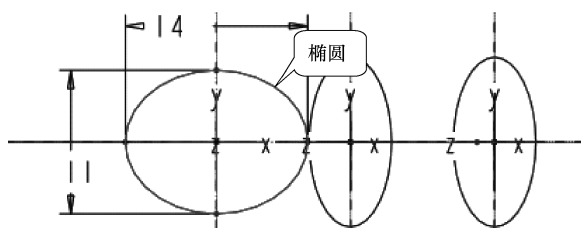

图 6-64 草绘截面 3
(11) 在【截面】下滑面板单击【插入】按钮 **插入**，【截面位置】收集器处于激活状态，在图形区选取原点轨迹上的 3 点，单击【草绘】按钮 **草绘**，进入草绘界面，草绘如图 6-64 所示的椭圆。